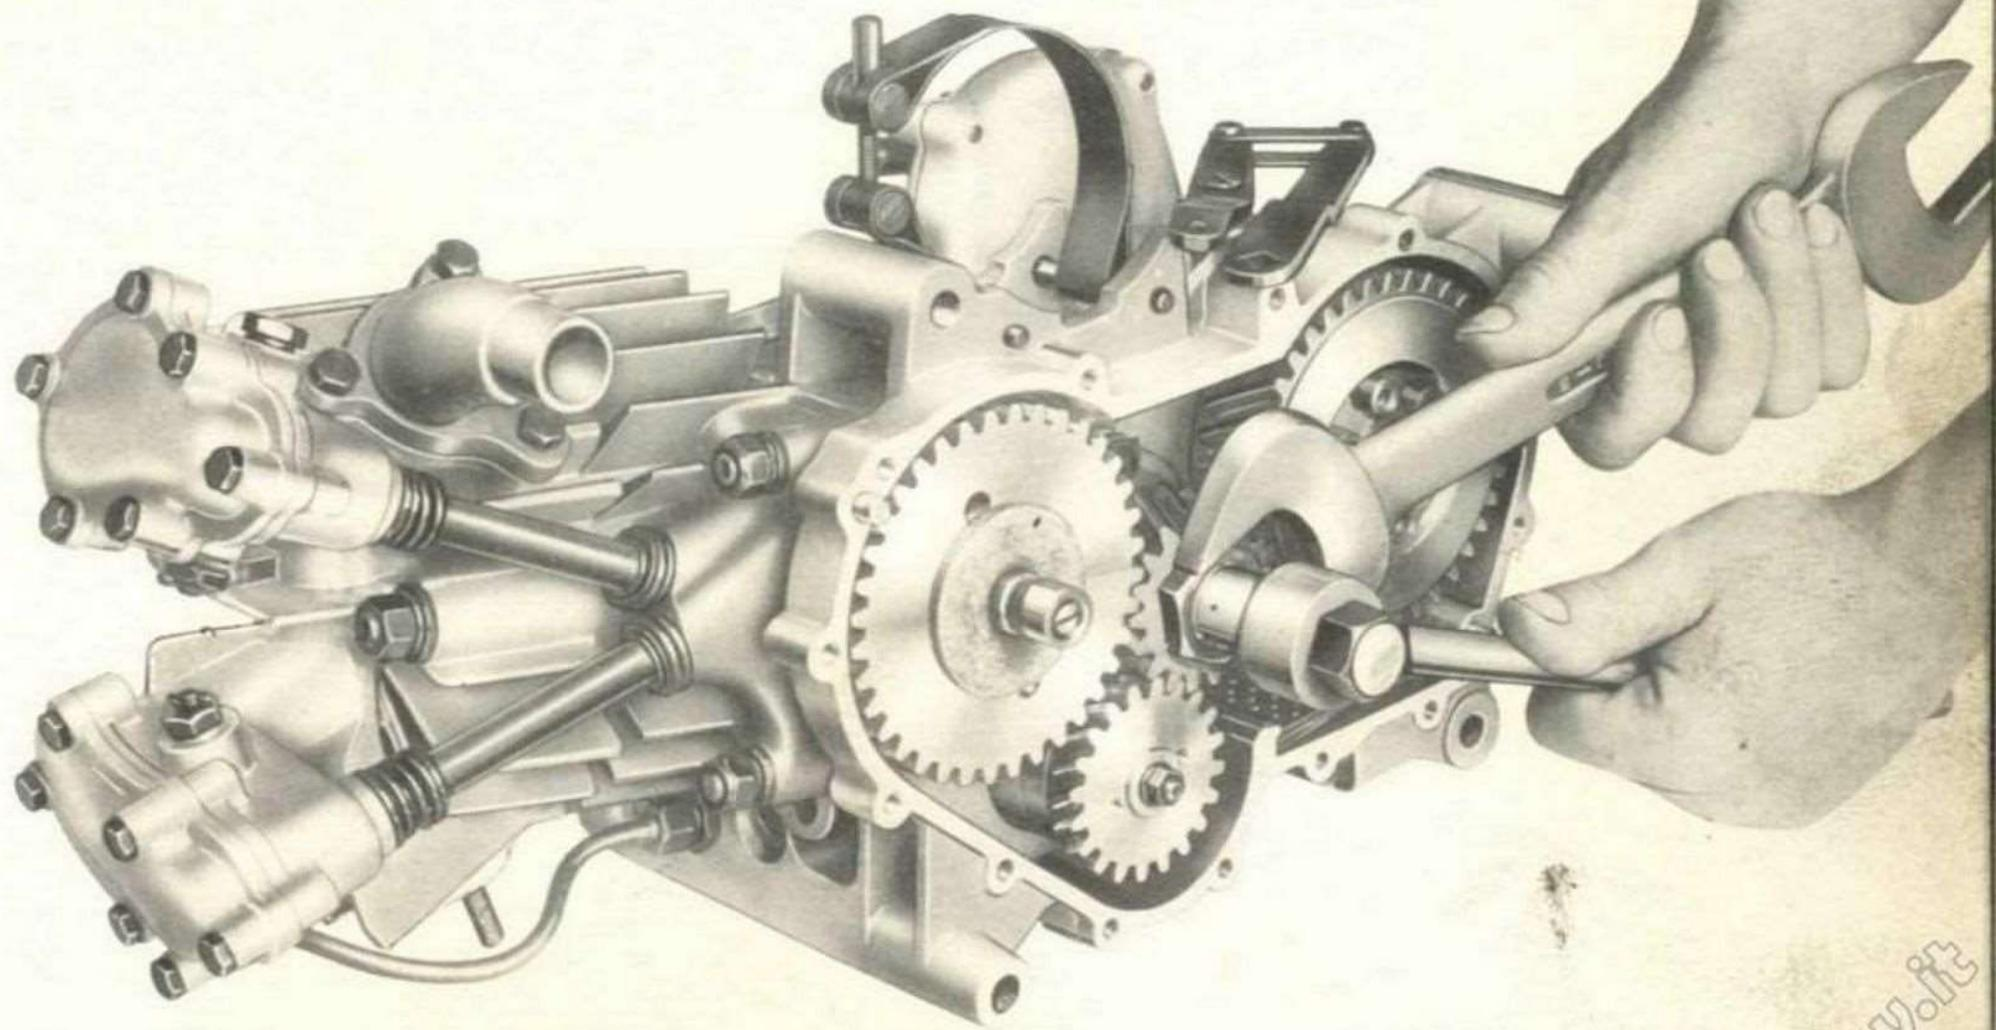

Fig. 10 - Come si svita il dado di tenuta pignone motore
- il dado di tenuta pignone motore a filetto sinistro con chiave da 32 dopo aver montato sull'albero motore l'apposita chiave 38799 come è dimostrato a fig. 10. Occorre agire con forza sul dado se questo oppone resistenza allo svitarsi;